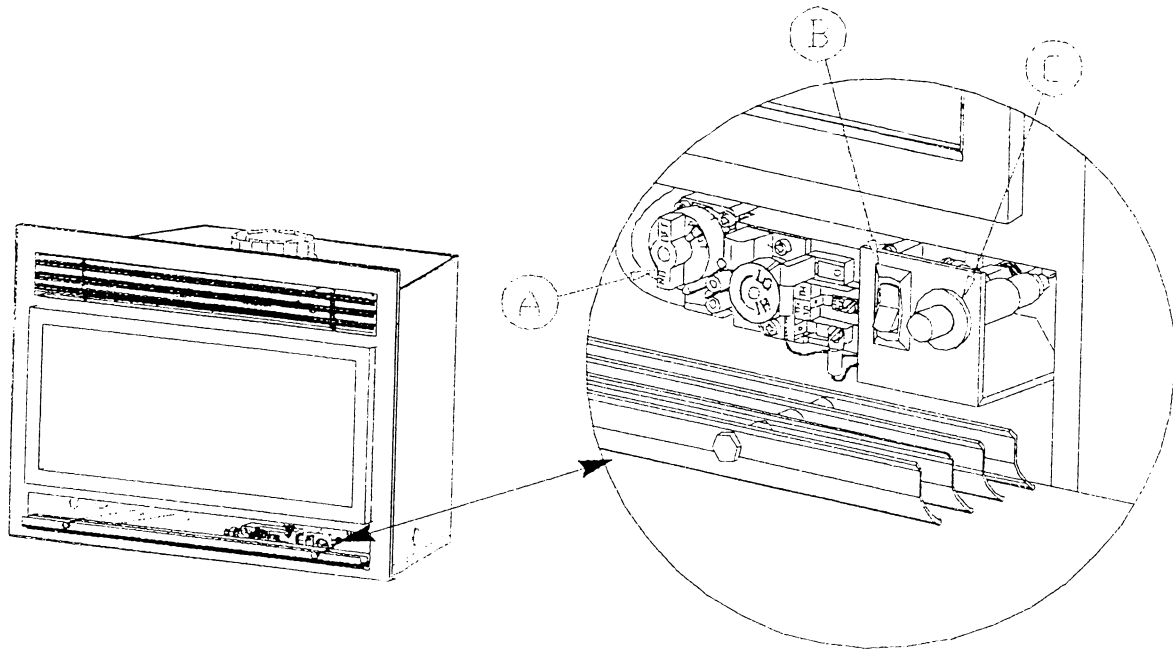

FIGURE 14
J) LIGHTING AND SHUTDOWN. See Figure 14.